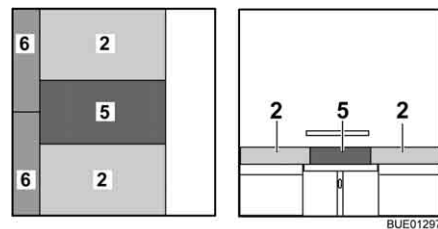

Fig. 125 Dopo la trasformazione
- Posizionare il cuscino aggiuntivo (Fig. 125,5) tra i cuscini del divano sul tavolo.
- Posizionare i cuscini aggiuntivi (Fig. 125,6) tra i cuscini del divano e la parete.